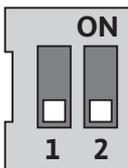

Fig. 35: Interruptor DIP
Os interruptores DIP (Fig. 14, pos. 6/ Fig. 35) encontram-se por baixo da cobertura da caixa.